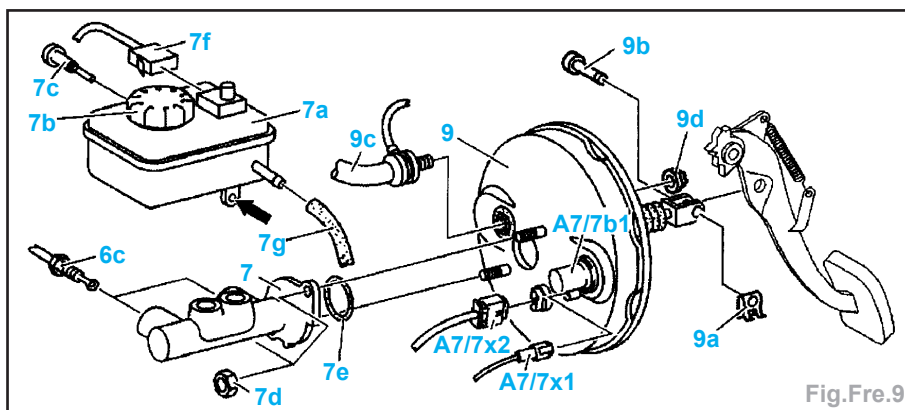

Fig.Fre.9
- Aspirer le liquide de frein contenu dans le réservoir (7a) (Fig.Fre.9).
- la conduite de dépression (9c) du servofrein (9) (Fig.Fre.9),
- Déposer le servofrein (9).